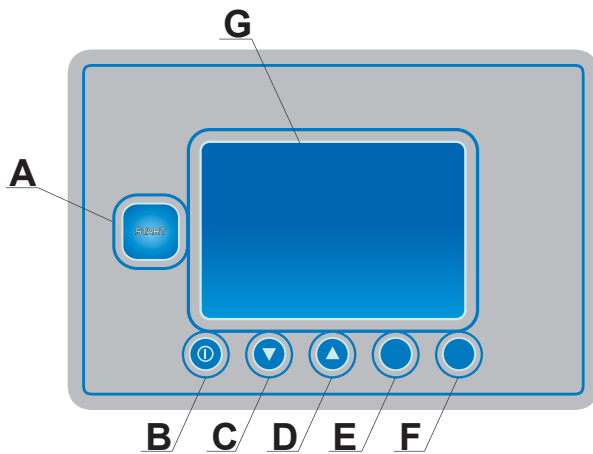

fig. 9
- Aprire il rubinetto dell'acqua (o i due rubinetti se la macchina è collegata separatamente ad acqua calda e ad acqua fredda), azionare l'interruttore generale a muro e procedere all'accensione della macchina premendo il tasto **B ON/OFF** (vedi fig. 9). Si accenderà il display, segnalando la revisione del software ed il tasto **A START** sarà di colore bianco. Dopo alcuni secondi il display e il tasto **A START** diventeranno di colore rosso e verrà indicato che è in corso la fase di riempimento. Se le macchine sono fornite di Break Tank certificato WRAS, la fase di riempimento della vasca è allungata.
- Selezionare il tempo del ciclo di lavaggio tramite i tasti **C/D** (vedi fig. 9). Il display indicherà il ciclo prescelto.
- Avviare il ciclo premendo il tasto **A START** (vedi fig. 9). L'avvio del ciclo verrà segnalato dal cambio di colore del display e del tasto **A START**, che dal colore blu passeranno al colore verde. A fine ciclo il tasto **A START** lampeggerà (verde/blu) e sul display comparirà la scritta **FINE CICLO**.
N.B.: La macchina non accetta altri cicli fino a che non viene aperta la porta o premuto per due volte il tasto **A START** (vedi fig. 9).